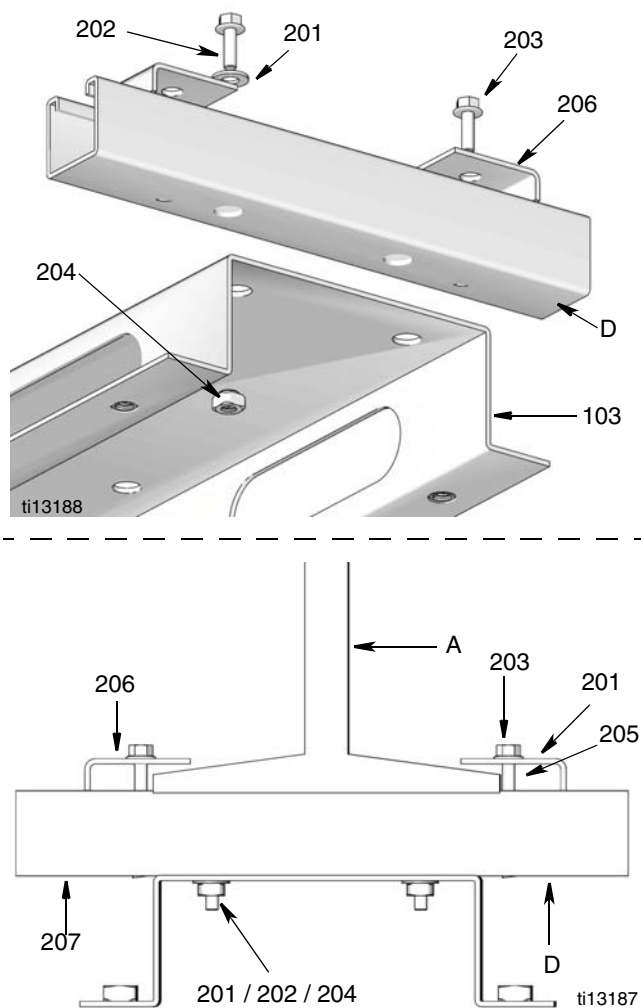

ABB. 9
1. Sichern Sie die Montageklammern (D) an der Schiene. Verwenden Sie je zwei Montageklammern für jede Montageschiene (103) für 1 - 3 Aufroller. (Verwenden Sie 3 Klammern für Schienen für 4-6 Aufroller.)
2. Positionieren Sie die verstellbaren Klammern (206) der Montagehalterungen am Doppel-T-Träger (A) und ziehen Sie dies gut fest (ABB. 9).